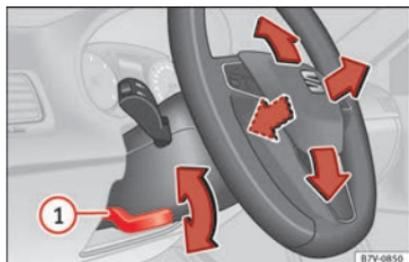

Fig. 24 Réglage mécanique du volant.
- Abaissez le levier » » **fig. 24 1**.